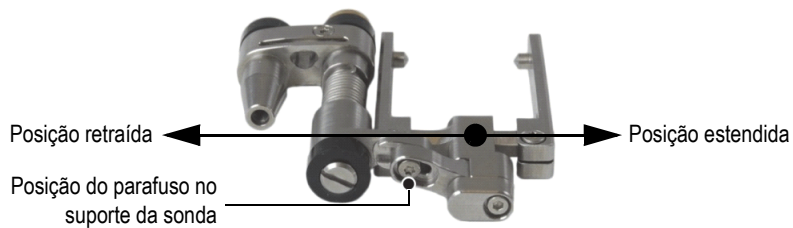

Figura 2-23 Suporte da sonda na posição estendida
9. Configure o suporte da sonda (veja Figura 2-23 na página 51):